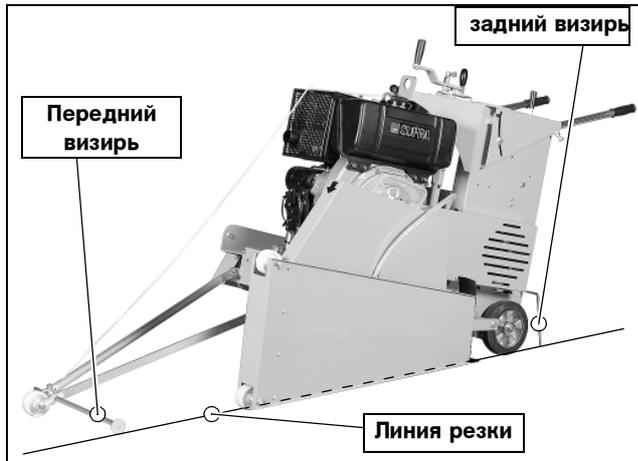

Рис. 4.22 Настройка визира
Визеры швонарезчика (Рис. 4.22) дают возможность оператору резать точно по отмеченной линии и безупречно соблюдать желаемую линию резки.
1. Закрепите шнур в по одной линии с алмазным диском (Рис. 4.22).